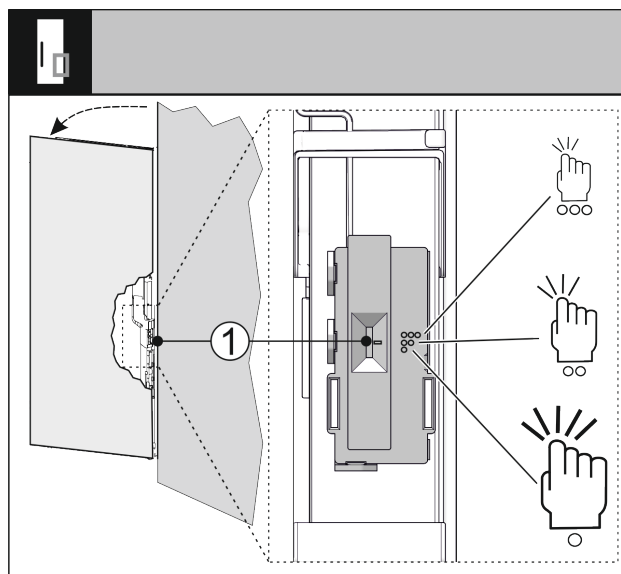

Fig. 71
Puteți seta sensibilitatea senzorului pentru ciocănit cu ajutorul unui comutator Fig. 71 (1). Întrerupătorul se află pe partea balamalei, în treimea inferioară a ușii.
► Glisați comutatorul Fig. 71 (1) în poziția dorită.